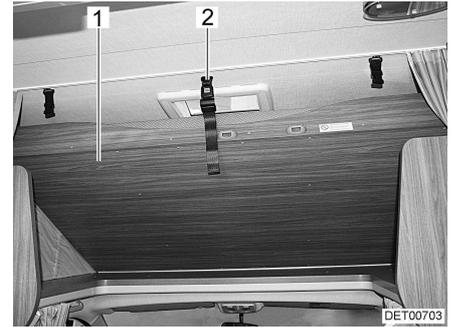

Fig. 48 Lit de capucine en position de marche
- Pivoter le lit de capucine (Fig. 48,1) vers le haut et encastrer la sangle de retenue (Fig. 48,2) dans le support du toit.